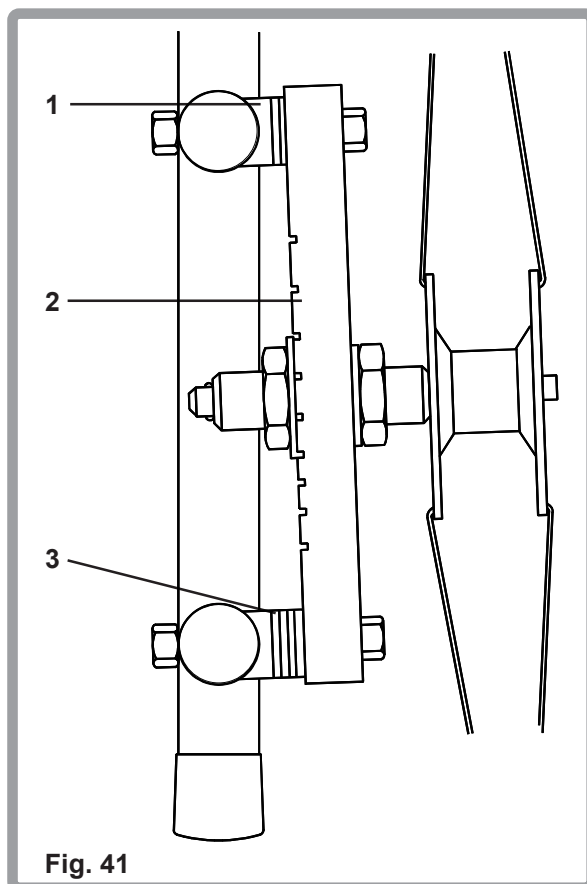

Fig. 41
El ángulo interior se ajusta antes de salir de fábrica (Fig. 41). Si necesita mayor ángulo interior o exterior aumente o reduzca el número de arandelas ubicadas en la parte frontal o trasera de la pletina del eje (2). Cuantas más arandelas inserte en la parte frontal (1) de la pletina del eje, mayor será el ángulo exterior y menor será el ángulo interior. Cuantas más arandelas inserte en la parte trasera (3) de la pletina del eje, mayor será el ángulo interior y menor será el ángulo exterior. Extraiga las cuatro tuercas A/F de 10mm de la pletina del eje y los pernos correspondientes, fijándose en o apuntando el número de arandelas. Añada o extraiga el número de arandelas que desee, vuelva a colocar las tuercas y los pernos y apriete a una torsión de 8-10Nm.